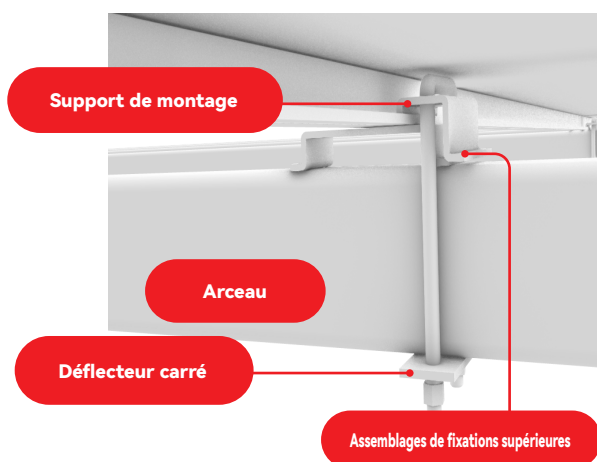
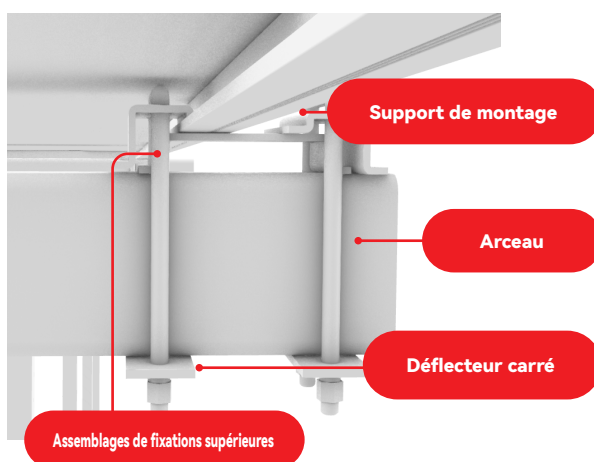

FIGURE 11
FIGURE 12
⑤ Installez les assemblages de fixation sur le côté gauche sous le produit (Figure 11), placez les assemblages de fixation inférieurs sur la fente du cadre du produit, placez le déflecteur carré à l'ouverture de l'arceau, serrez l'écrou, et fixez le produit sur la panne, et installez les assemblages de fixation supérieurs droits de la même manière. (Figure 12), l'installation du premier produit est terminée.